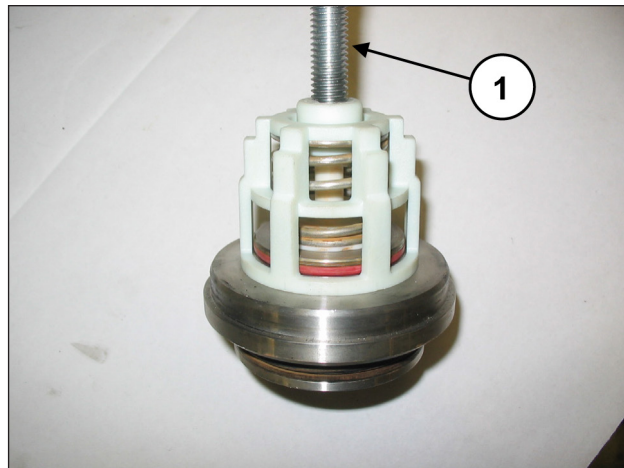

Abb. 114
Bauen Sie die Saug- und Druckventilgruppen durch Anziehen einer Schraube M10 aus, um durch Drücken auf die innere Führung die Ventilführung aus dem Ventilsitz herausziehen zu können (Pos. ①, Abb. 114).